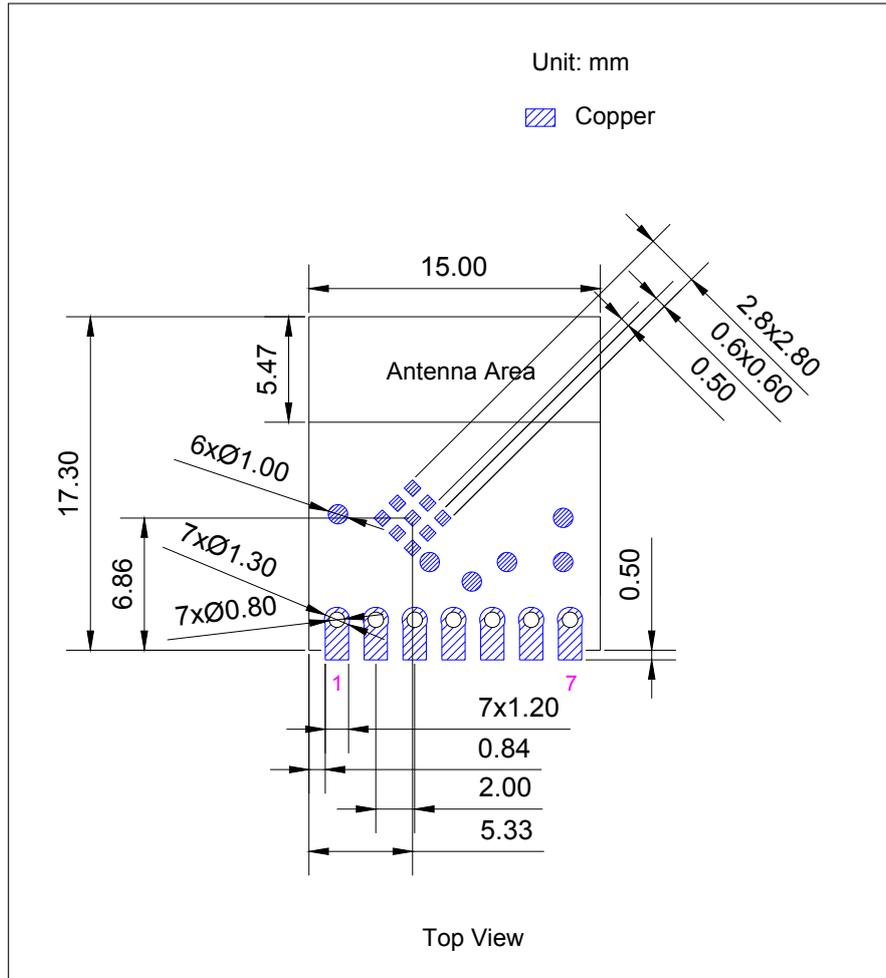

图 7: 推荐 PCB 封装图形
- 推荐 PCB 封装图，标有 PCB 设计所需的全部尺寸。详见图 7 推荐 PCB 封装图形。
- 推荐 PCB 封装图的源文件，用于测量图 7 中未标注的尺寸。您可用 Autodesk Viewer 查看 ESP8685-WROOM-05 的封装图源文件。